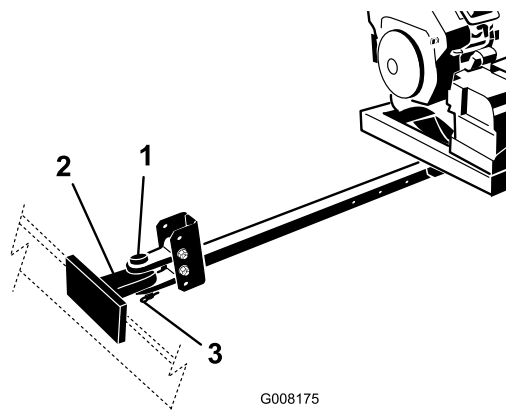

Figura 9
4. Ligue o engate da forquilha do soprador ao engate do veículo de reboque com o pino de engate e o contrapino (Figura 9).